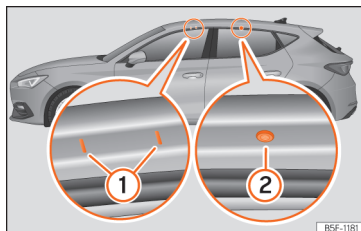

Fig. 196 Punts de fixació de les barres longitudinals per al portaequipatges del sostre (Leon).
Vàlid per a Leon: Els punts de fixació davanter i posteriors (1) i (2) només es poden veure amb les portes obertes »» fig. 196.